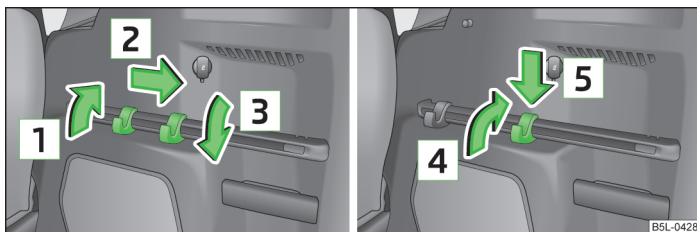

Fig. 58 Bagagliaio: Listello di fissaggio con gancio ripiegabile/Smontaggio del gancio
Su entrambi i lati del bagagliaio si trova un listello di fissaggio con due ganci ripiegabili per il fissaggio di piccoli bagagli, come borse e simili » fig. 58.
- Ribaltare il gancio nella direzione indicata dalla freccia » fig. 58 verso l'alto sino a un angolo di circa 45°.
- Ripiegare il gancio nella direzione indicata dalla freccia » fig. 58 verso l'alto, sino allo sganciamento.
- Fissare il gancio al listello di fissaggio in posizione verticale, nella direzione indicata dalla freccia » fig. 58 e quindi premere leggermente.
- Ribaltare i ganci sul listello di fissaggio verso l'alto, nella direzione indicata dalla freccia **1** » fig. 58 a pagina 69.